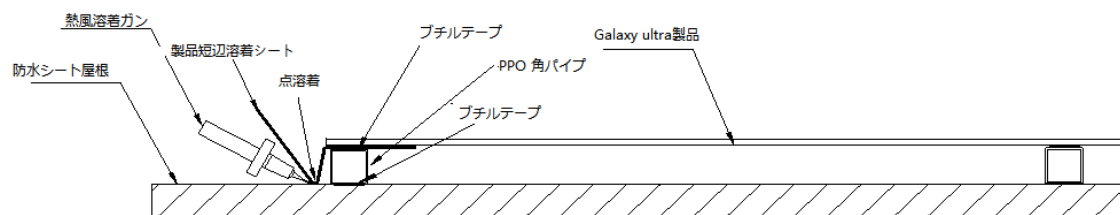

図 17
- Galaxy Ultra2.0 製品の両端の防水シートを軽く持ち上げ、熱風溶着ガンを使用して点溶着を行い、Galaxy Ultra2.0 製品を防水シート屋根上に仮固定します（図 17 参照）。